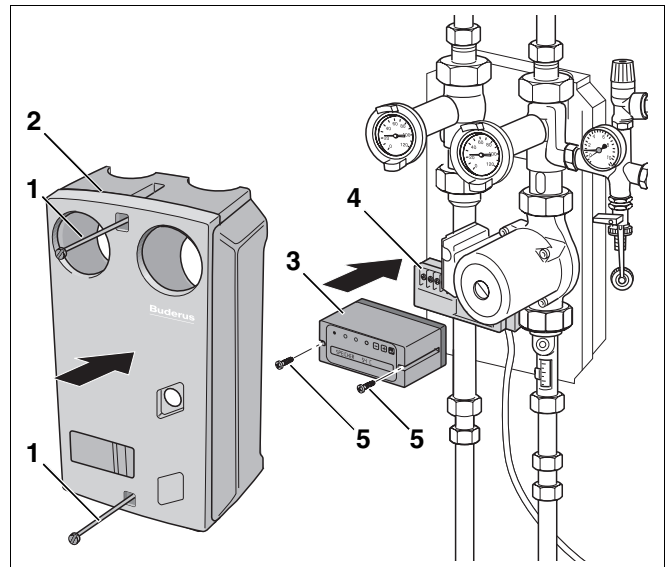

Abb. 6 Regelgerät montieren und Kompletstation schließen
- Setzen Sie das neue Regelgerät (Abb. 6, **Pos. 3**) auf den Sockel (Abb. 6, **Pos. 4**).
- Ziehen Sie die zwei Schrauben (Abb. 6, **Pos. 5**) des Regelgerätes an.
- Setzen Sie den vorderen Wärmeschutz (Abb. 6, **Pos. 2**) auf die Rohrgruppe der Kompletstation und verschrauben Sie diesen mit den Kunststoffschrauben (Abb. 6, **Pos. 1**).